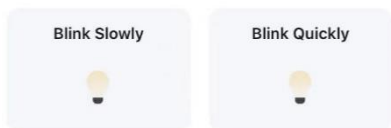

Fig.5
- 2) Tik op "Confirm the indicator is blinking" in Fig.4. U krijgt Fig.5 waarin u wordt gevraagd de status van het controlelampje te selecteren. Tik op "Blink Quickly".
- 2) Tik op "Confirm the indicator is blinking" in Fig.4. U krijgt Fig.5 waarin u wordt gevraagd de status van het controlelampje te selecteren. Tik op "Blink Slowly".